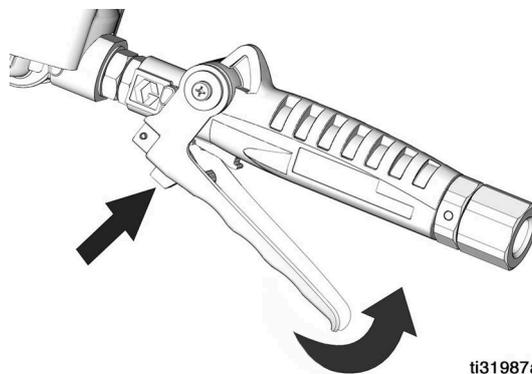

Рис. 10
2. Полностью нажмите кнопку блокировки курка и прижмите курок к корпусу клапана (Рис. 10).